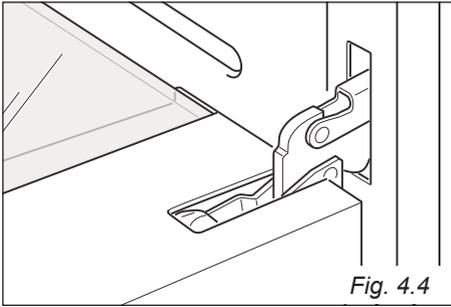

Fig. 4.4
- Aprire completamente la porta del forno (fig. 4.4).